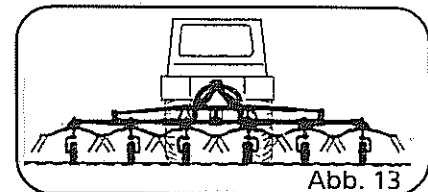

Abb. 13
5. Für den Transport in der Wiese kann die Maschine bis an die mechanischen Anschläge hochgeschwenkt werden (Abb. 13). Dabei braucht die Zapfwelle nicht abgeschaltet werden. In dieser Stellung muß die Maschine über die Dreipunkthydraulik ausgehoben werden.